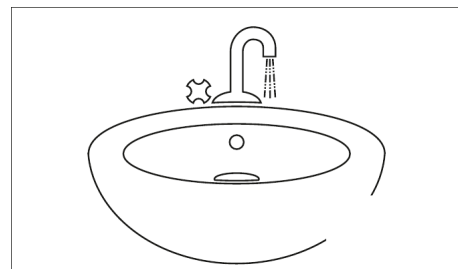

Abb. 9.2 – Installation entleeren
3. Öffnen Sie alle Zapfstellen und lassen Sie das Wasser aus der Installation ab (Abb. 9.2).